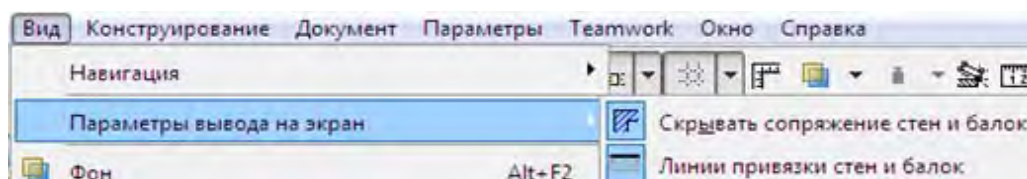

Рис. 42
8. Выберите еще раз команду **Вид > Параметры вывода на экран > Линии привязки стен и балок** (рис. 42), чтобы спрятать линии привязки стен.